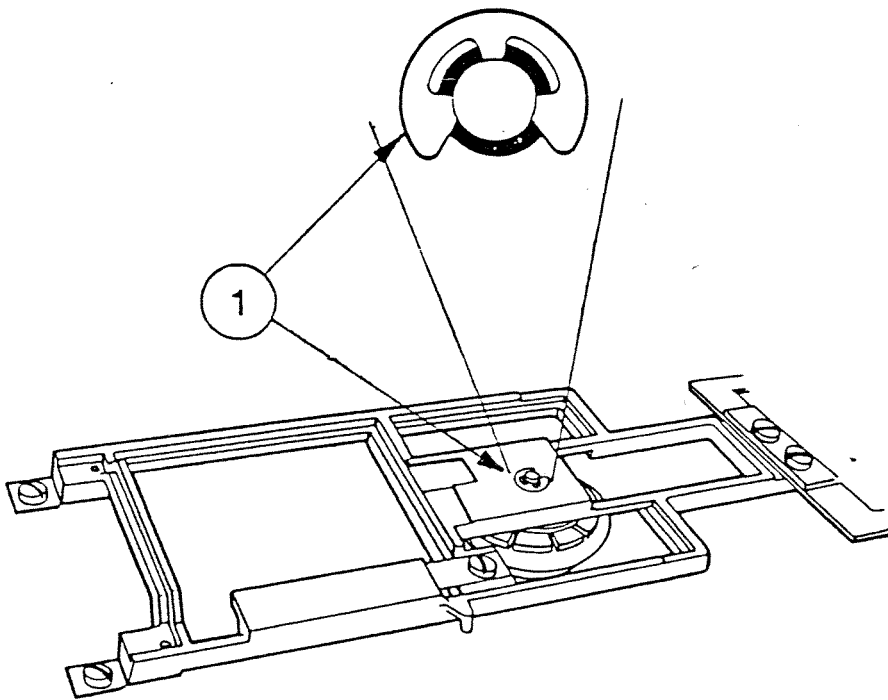

FIGURE 5
4. Heben Sie mit einem Schraubendreher die Halteklammer (Abb. 5, #1) von der Achse des Andruckkegels ab.